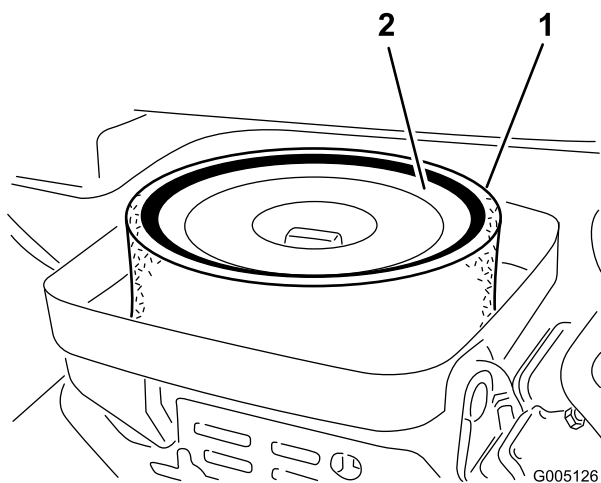

Figura 42
3. Se l'elemento in schiuma sintetica è sporco, rimuovetelo dall'elemento di carta (Figura 42). Pulitelo accuratamente, come indicato di seguito: